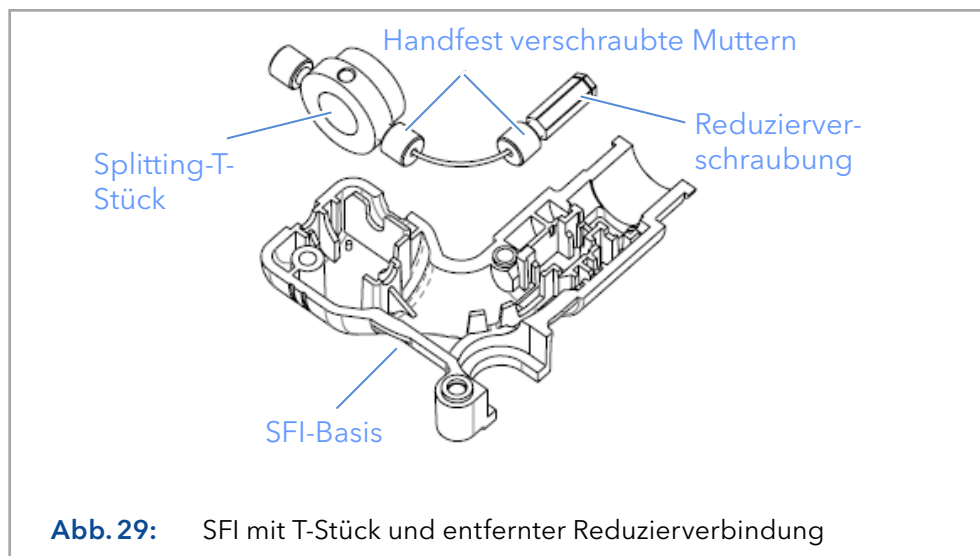

Abb. 29: SFI mit T-Stück und entfernter Reduzierverbindung
8. Entfernen Sie das T-Stück, die Reduzierverbindung und den Schlauch mit der Kunststoffpinzette (A66911) (Abb.29) vom SFI.